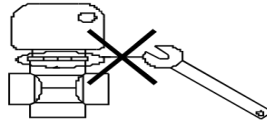

Abbildung 11. Diagramm zur Installationsaufforderung
- ◆ Es ist absolut verboten, mit einem Schraubenschlüssel gegen die Bodenplatte des Wasserströmungswächters zu schlagen, da sich der Wasserströmungswächter dadurch verformt und ausfällt. (Abbildung 11)